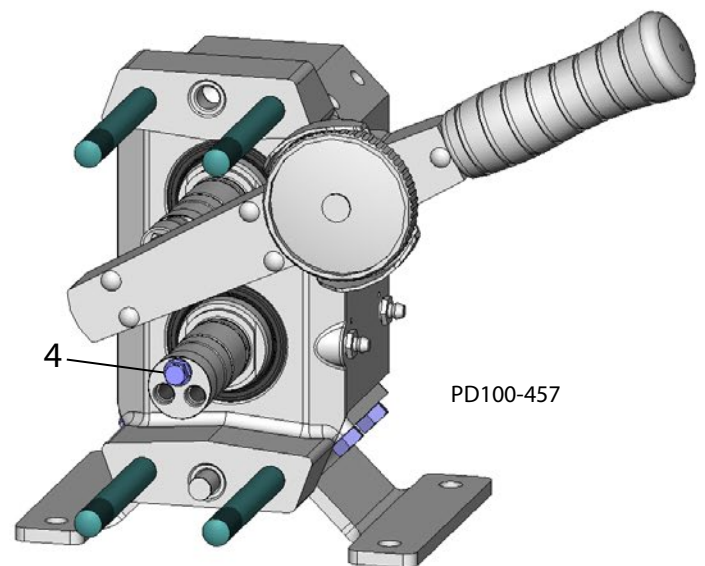

Abb. 50 - Drehmoment prüfen
3. Schrauben Sie eine Ansatzschraube (Abb. 50, Einzelheit 4) in eine der Gewindebohrungen und prüfen Sie das Drehmoment von jeder Wellenbaugruppe mit einem Drehmomentschlüssel.